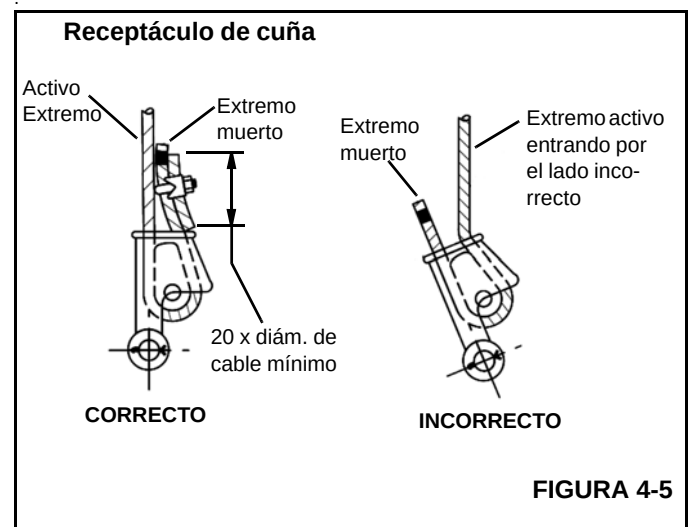

FIGURA 4-5
3. Verifique que el extremo activo (Figura 4-5) del cable quede directamente en línea con las orejetas del receptáculo y con el sentido de la tracción que se aplicará al cable. Si el cable se instala de modo incorrecto en el receptáculo, se producirá un doblez en el punto que el cable sale del receptáculo, y el borde del receptáculo desgastará el cable, causándole daños y la falla eventual del mismo.
4. Inserte el extremo del cable en el receptáculo, forme un lazo con el cable y devuelva el cable a través del receptáculo, permitiendo que el extremo muerto (Figura 4-5) sobresalga del receptáculo. Verifique que el extremo muerto del cable tenga un largo suficiente para aplicarle un dispositivo de terminación al extremo después de haber asentado la cuña.